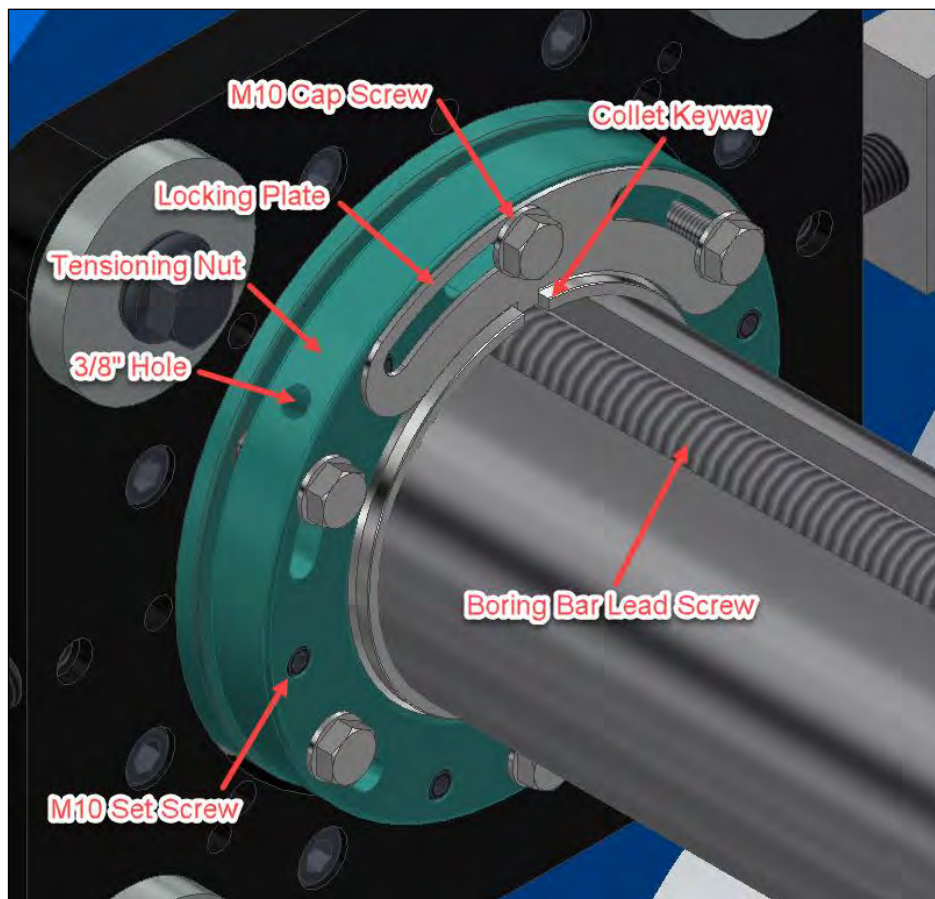

Рис. 10. Компоненты стандартного (дюймового) подшипника
2. Убедитесь, что канавки натяжной гайки находятся слева от болтов (см. Рис. 10).